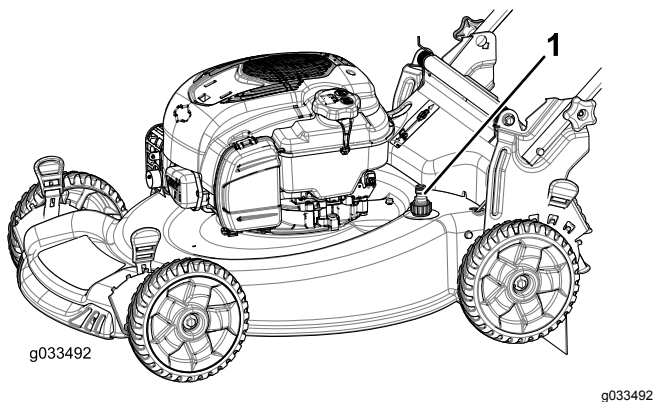

Figura 34
5. Collegate una canna da giardino al rubinetto dell'acqua e al foro di lavaggio (Figura 34).